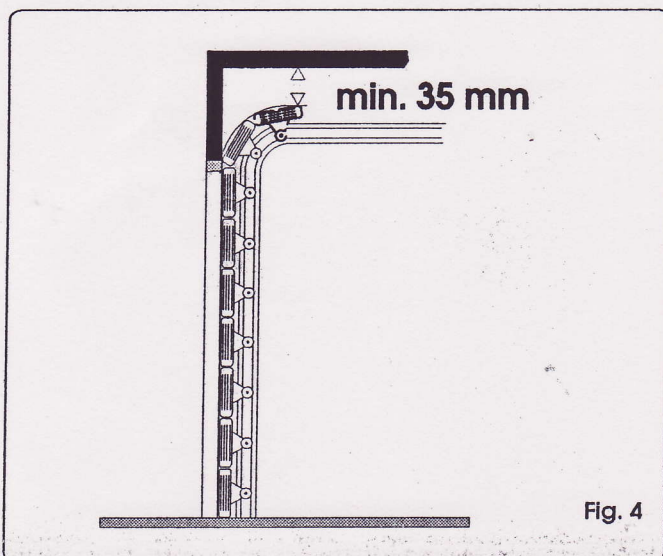

Fig. 4
| Encombrement maximum à partir du plafond (mm) | 35 (Fig. 4) |
- Contrôler qu'il existe un espace d'au moins 35 mm entre le plafond et le point de coulissement le plus élevé de la porte (Fig. 4).
- 2) Tracer sur le linteau une ligne horizontale correspondant à la hauteur maximale atteinte par la porte au cours du mouvement (voir Fig. 4).